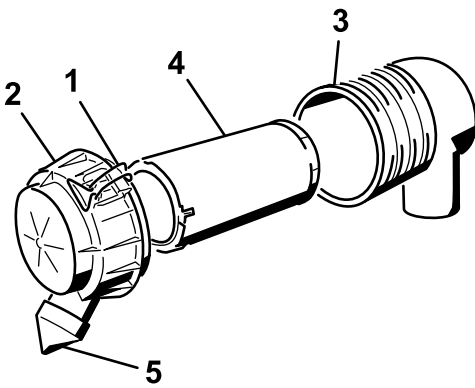

Рисунок 21
3. Освободите защелки воздухоочистителя и снимите крышку воздухоочистителя с корпуса воздушного фильтра (Рисунок 21).
6. Осторожно извлеките фильтр из корпуса воздушного фильтра (Рисунок 21).
8. Осторожно установите фильтр (Рисунок 21).
9. Установите крышку воздухоочистителя таким образом, чтобы пылезащитный колпачок был ориентирован вниз, и закройте защелки (Рисунок 21).